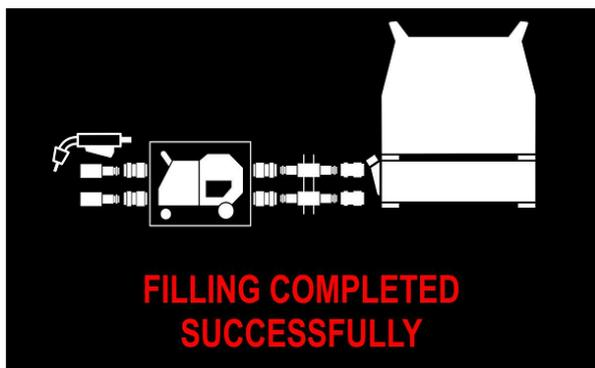

Figura 21
- Se il processo di riempimento è riuscito (Figura 21 o 29), il gruppo di raffreddamento passa alla modalità AUTO.